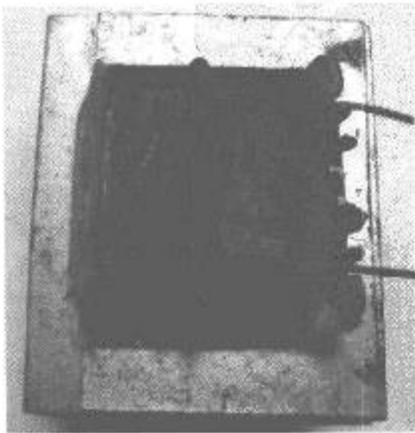

图 1-54 绕组烧焦变色的变压器
- (1) 首先从外观上观察，看变压器是否有烧焦发黑、变形。在保险失效情况下，损坏的变压器往往从外观上就可看出来。如图 1-54 所示为绕组烧焦变色的变压器。